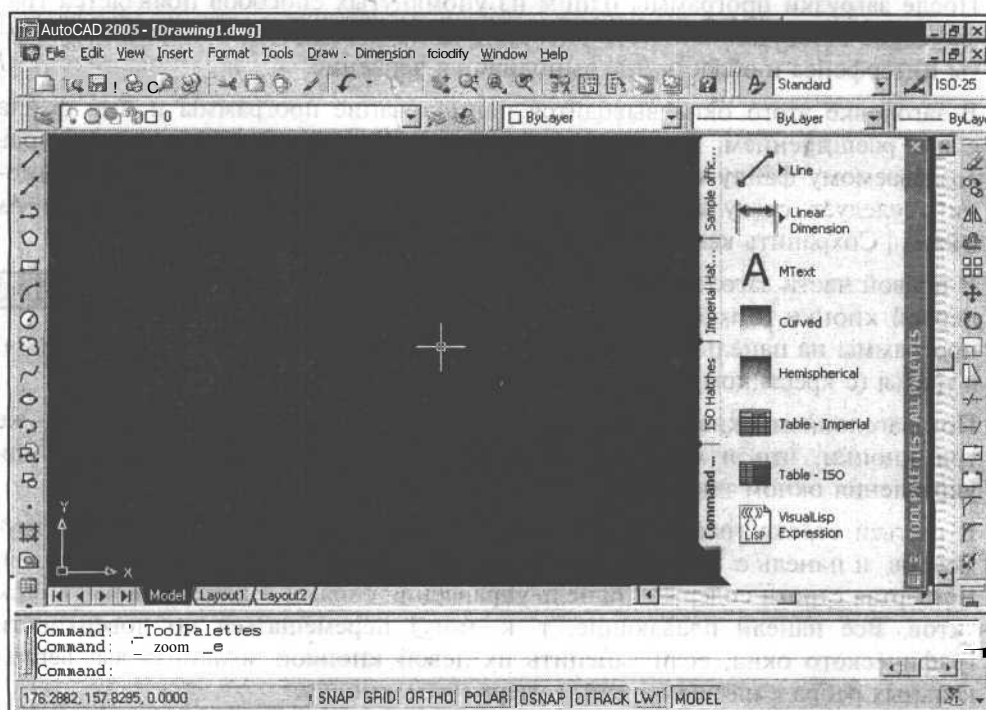

Рис. 1.1. Графическое окно программы
1. В обычном варианте загружается графическое окно программы (рис. 1.1) с шаблоном `Acadiso.dwt` (метрические единицы измерения). Он задает точность единиц измерения с четырьмя знаками после запятой, лимиты чертежа — прямоугольную границу зоны черчения размером 420×297 , что соответствует формату A3, шаг сетки и дискретного движения курсора 10×10 . Под шаблоном в AutoCAD понимается рисунок, содержащий необходимые настройки и используемый для создания других рисунков.
После загрузки программы одним из упомянутых способов появляется графическое окно AutoCAD (см. рис. 1.1); которое содержит основные элементы интерфейса и область, где выполняется черчение.
- ☐ щелкните мышью на кнопке **Close** (Заккрыть) в правом верхнем углу окна AutoCAD (см. рис. 1.1);